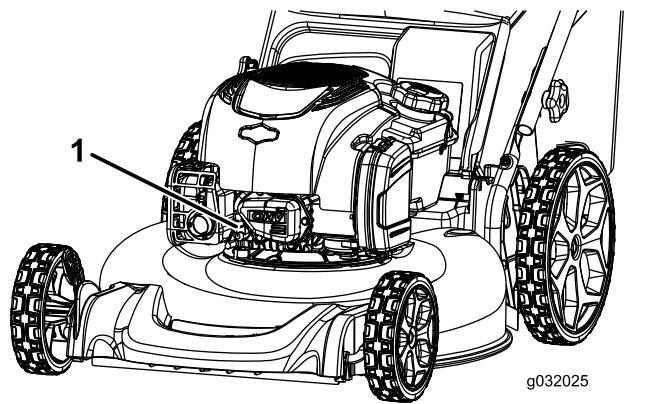

Figura 18
- Desligue o fio da vela da ignição da vela da ignição (Figura 18).